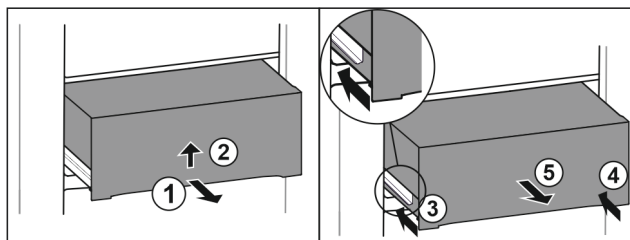

Fig. 53
- ▶ Zásuvku napůl vytáhněte. Fig. 53 (1)
- ▶ Zvedněte zásuvku na spodní straně. Fig. 53 (2)
- ▶ Zasuňte levou kolejničku. Fig. 53 (3)
- ▶ Zasuňte pravou kolejničku. Fig. 53 (4)
- ▶ Vyjměte zásuvku dopředu. Fig. 53 (5)